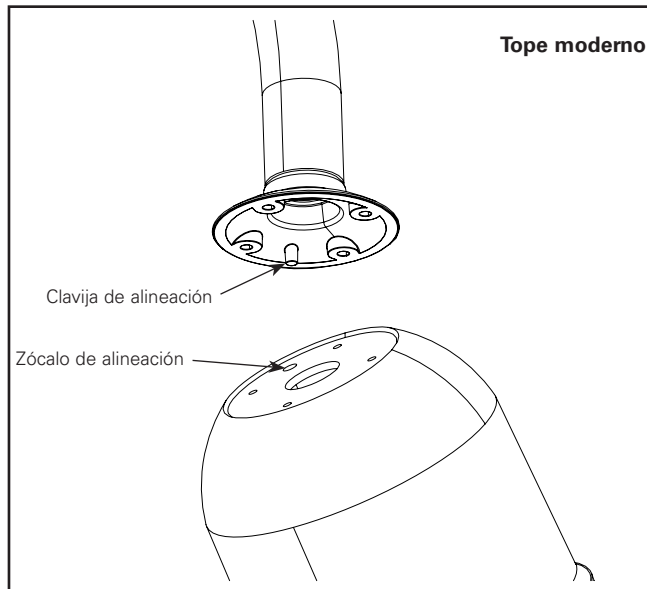

Figura 2.
5. Alinee la clavija de ubicación y el zócalo cuando eleve el luminario al brazo. Ver Figura 2.